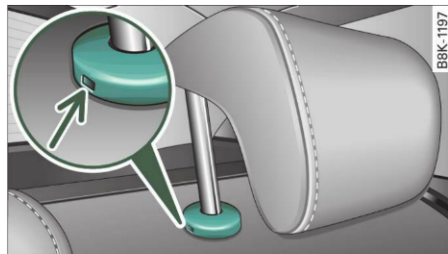

Fig. 61 Tetierele spate: punctul de deblocare
- Apăsați punctul de deblocare ⇒ fig. 61 -săgeata- cu cheia de urgență ⇒ *pagina 34*. Trageți în același timp tetierele afară din spătar ⇒ ⚠.